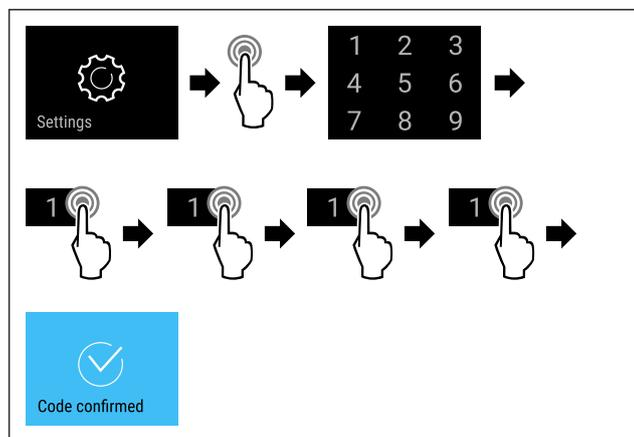

Fig. 90
► Handlungsschritte (siehe Fig. 90) durchführen.